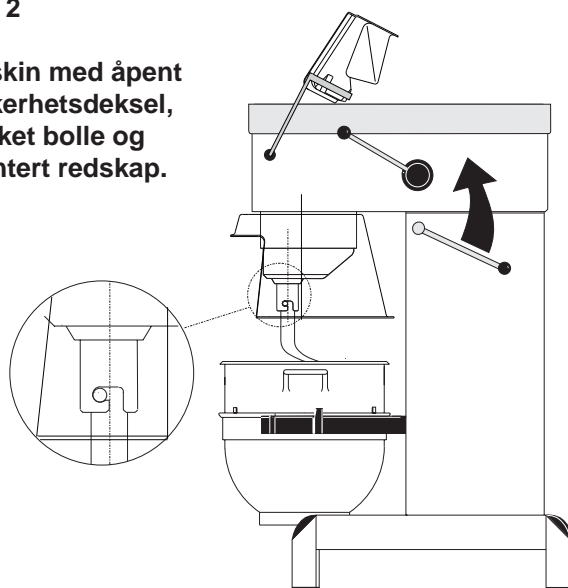

Fig. 3
- A) Åpne sikkerhetsdekselet og sett bollen i bollestøttene. **OBS:** Støtten skal være i laveste stilling og bollen skal være skjøvet helt tilbake i støtten, bollens "midtre øre" skal vende inn mot maskinen (fig. 2 og fig. 3).